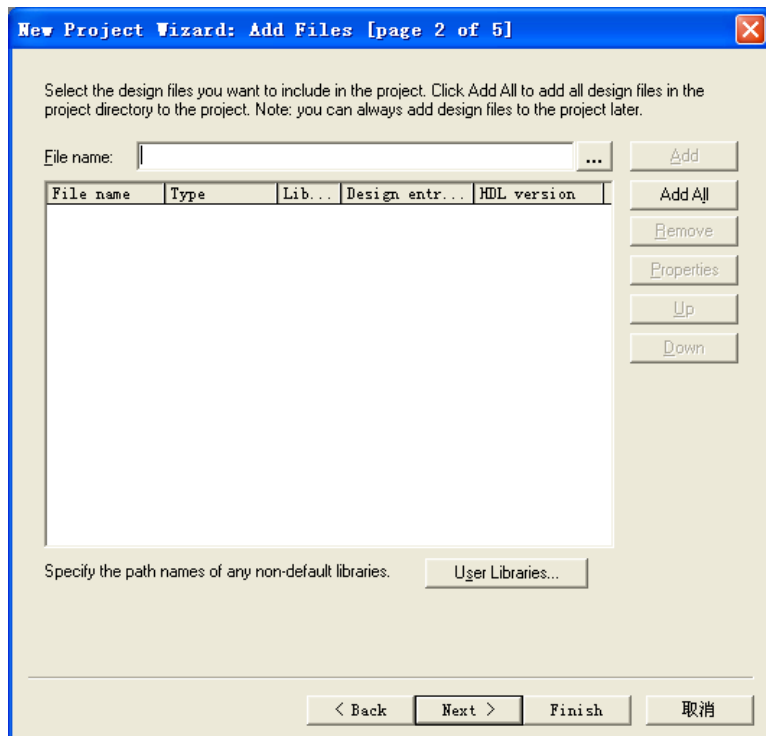

图 3-5 添加设计文件
4. 添加设计文件。界面如图 3-5 所示。如果用户之前已经有设计文件（比如.v 文件）。那么再次添加相应文件，如果没有完成的设计文件，点击 Next 之后添加并且编辑设计文件。